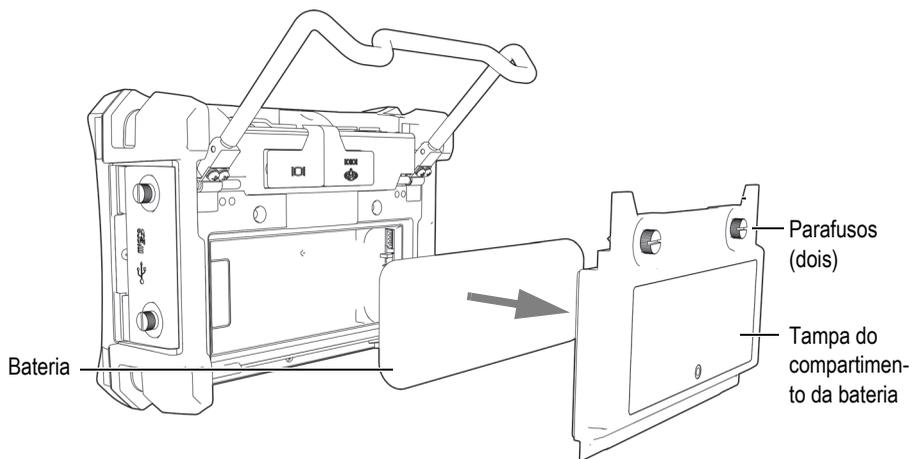

Figura 1-11 Remoção da tampa do compartimento da bateria e da bateria de íons de lítio
3. Remova a bateria de íons de lítio, se instalada (ver a Figura 1-11 na página 36).